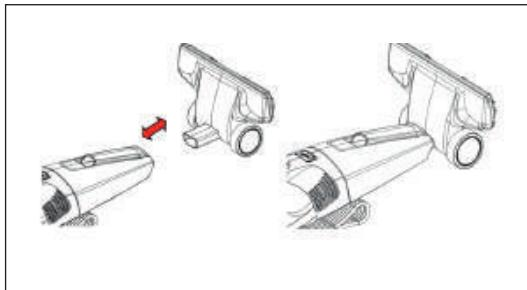

Рис. 2
- Установите щетку для пола во втягивающее устройство (Рис. 2). Также вы можете воспользоваться щелевой насадкой, которая помогает очистить декоративные поверхности и труднодоступные места.